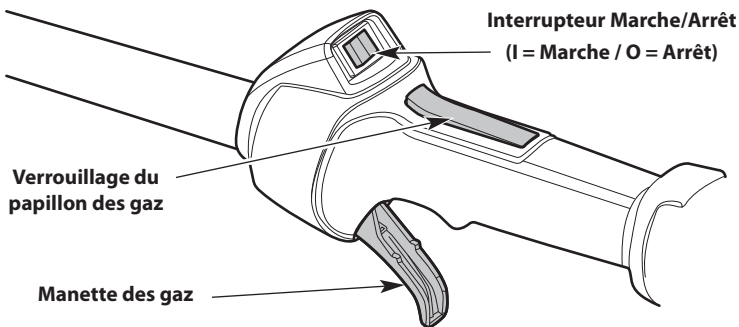

Fig. 10
**REMARQUE :** Il n'est pas nécessaire de démarrer l'appareil. L'interrupteur de marche/arrêt est constamment en position de **Marche ( I )** (Fig. 10).
4. Appuyez sur le bouton de verrouillage de la manette des gaz et maintenez-le enfoncé. Serrez la manette des gaz et maintenez-la enfoncée (Fig. 10).
2. Appuyez sur l'interrupteur de marche/arrêt et maintenez-le enfoncé en position **d'Arrêt (O)** jusqu'à ce que le moteur s'arrête complètement (Fig. 10).